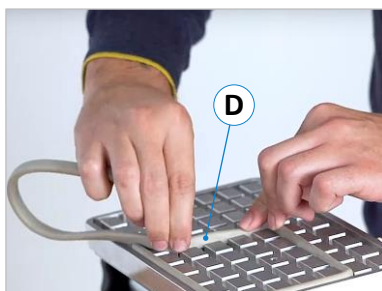

Abbildung 15: Gummidichtungsband
- Durch Einlegen des Gummidichtungsbands (D) in die feingefrästen Rasternuten lässt sich der Vakuumbereich individuell auf die Werkstückgröße abstimmen (siehe ⇨ Abbildung 15).